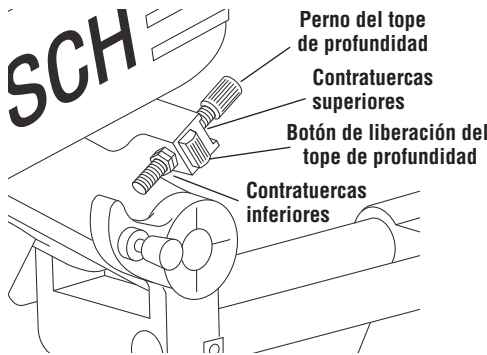

Figura 36. Corte de ranuras
1. Para los ajustes principales, oprima el botón de liberación de tope de profundidad, y deslice el perno de tope de profundidad hasta llegar a la posición deseada (Figura 36).